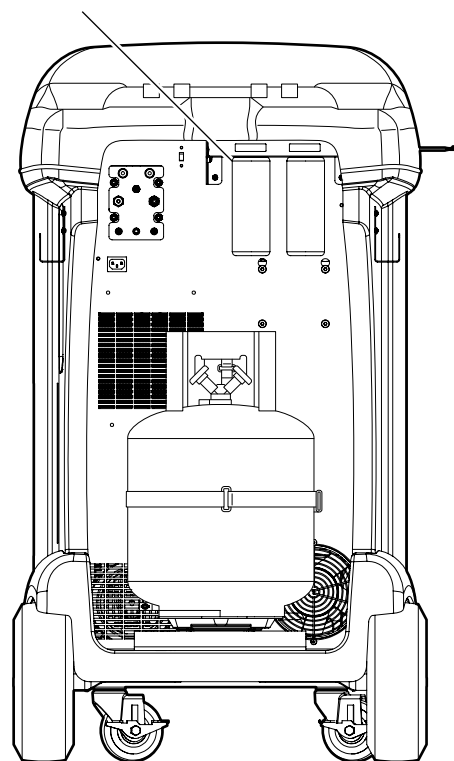

Figura 4
1. Vacíe la botella de drenaje de aceite antes de comenzar una recuperación. Para retirar la botella de drenaje de aceite, desenrosquela de la unidad. Vuelva a instalar la botella de drenaje de aceite. Consulte Figura 4.